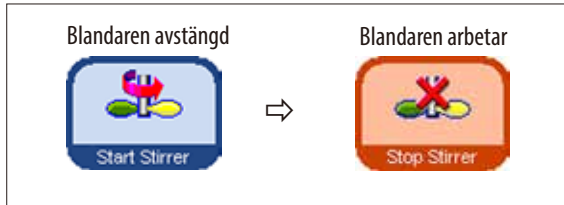

Bild 131
- Du kan starta och stänga av blandaren. När knappen är orange är blandaren igång (bild 131).